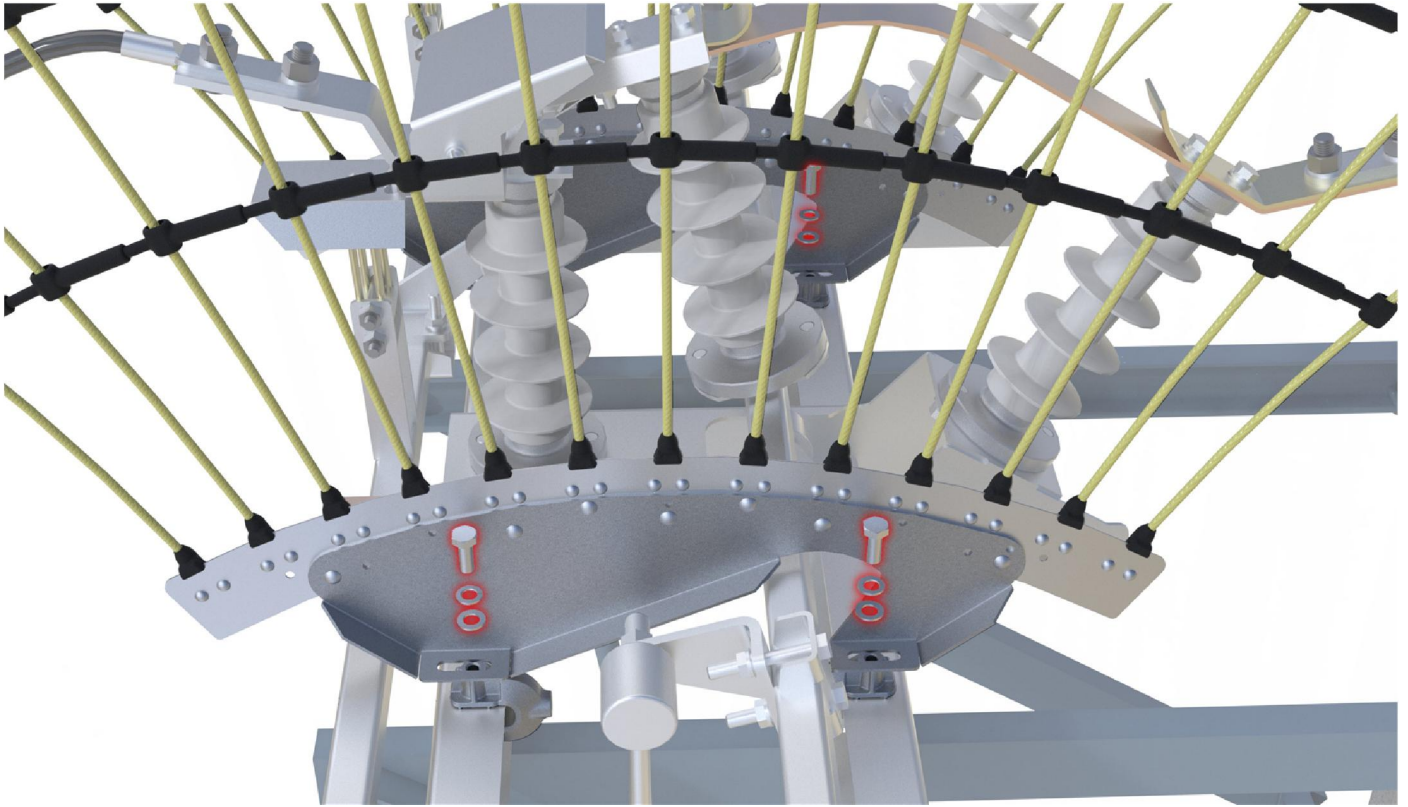

Рис. 7. Установка веерообразных элементов на струбцины
3.2. Установить и закрепить веерообразный элемент с кронштейном при помощи винтов к струбцинам через отверстия в кронштейне (рис. 7), затягивая их с усилием предварительной затяжки (от руки).